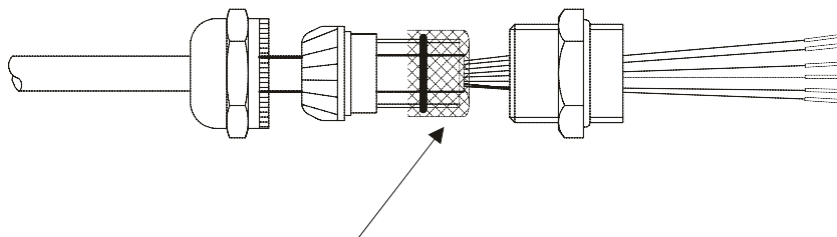

图 6 弯曲到塑料套管和 O 型圈上方的电缆屏蔽
3. 将电源和信号电缆穿入电缆套管。为了更好地防止无线射频干扰，按第 15 页的图 6 所示将电缆屏蔽装置接地。
凭借直径为 7 至 10 毫米的电缆夹套，WAC155 变送器实现线路电缆的引入。WAC155 变送器提供的电缆套管可穿过直径 7–10mm 的线缆。为了更好地防止无线射频干扰，按第 15 页图 6 所示将电缆屏蔽层弯曲。